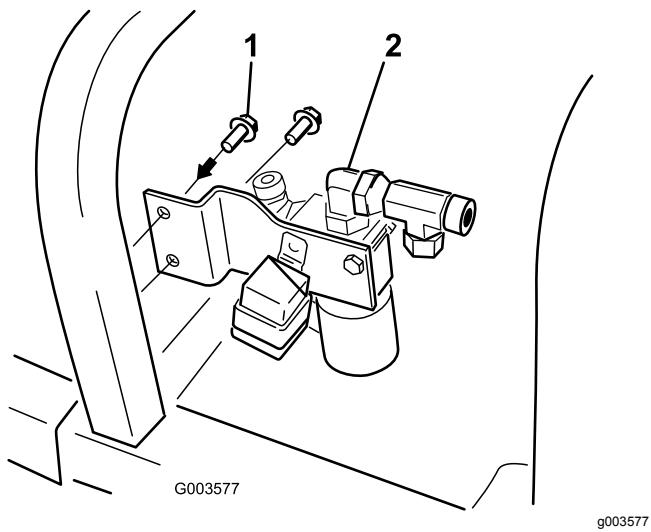

Рисунок 13
7. Установите кронштейн клапана на раму машины с помощью 2 самонарезающих винтов ( $9/32 \times 3/4$  дюйма); см. Рисунок 13.